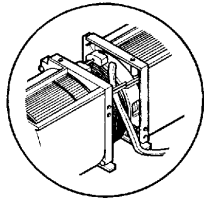

Figura 14
4. Vuelva a instalar el cable del ventilador. Consulte la Figura 14.